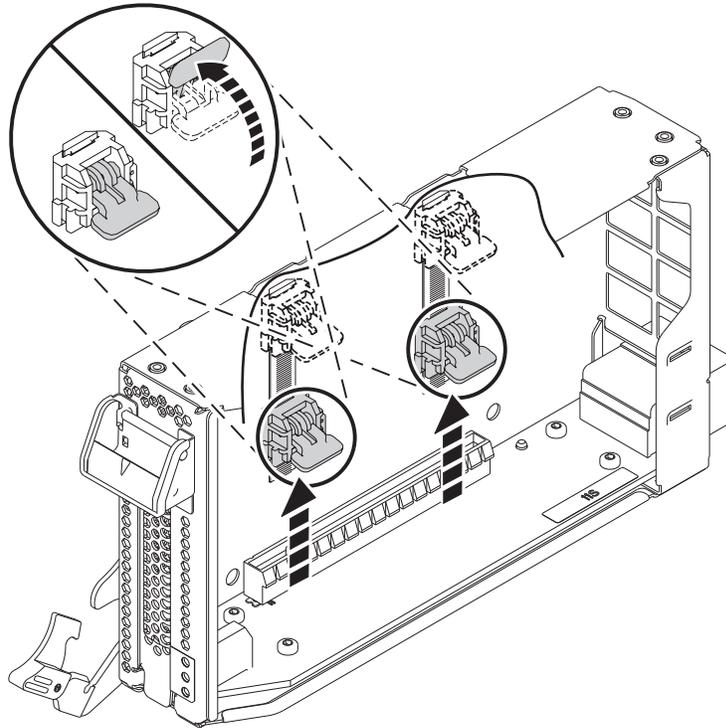

図 4. カセット・ラチェットのアンロック
- a. 6 ページの図 4 に示すように両方のカセット・ラチェットを回転させて、それらをアンロックします。
- b. 6 ページの図 4 に示すように、カセット・ラチェットをカセットの上端まで押し上げます。